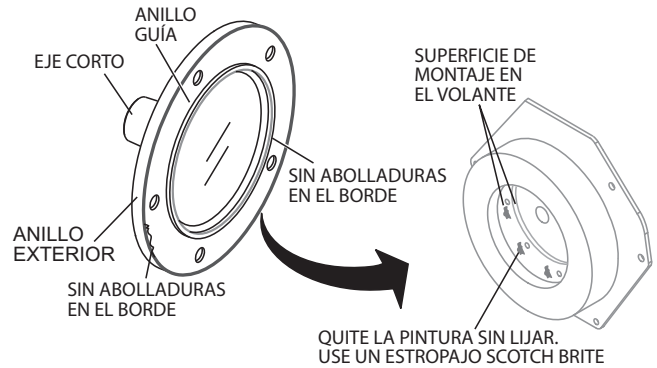

Figura 10. Superficie de montaje del volante
2. Asegúrese de que no haya abolladuras en los bordes del anillo guía del eje corto y del anillo exterior (Vea la Figura 10). Use una piedra abrasiva plana para quitar las rebabas de los alrededores de las abolladuras.